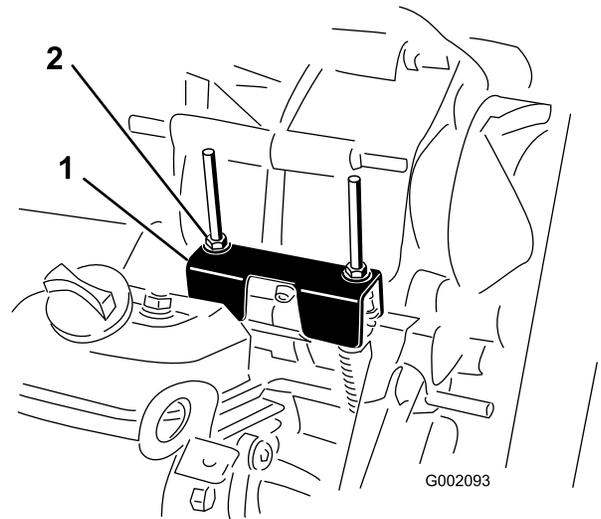

Bild 48
3. Drehen Sie eine der Sicherungsmuttern (Bild 48), um einen Abstand von 0,762 mm bis 1,524 mm zwischen der Unterseite der Mutter bzw. Scheibe und der Leerlaufhalterung zu erhalten.
Wenn Sie regelmäßige Wartungsarbeiten und/oder eine Motordiagnostik durchführen, müssen Sie das Getriebe in den LEERLAUF schalten (Bild 48). Der Ganghebel der Maschine hat eine NEUTRAL-Stellung, die den Leerlauf des Getriebes festlegt. Treffen Sie die folgenden Maßnahmen, um sicherzustellen, dass der Ganghebel in der Leerlaufstellung die Antriebsachse auch richtig auf Leerlauf schaltet:
2. Stellen Sie sicher, dass die Leerlaufhalterung in der NEUTRAL-Stellung ist (mit der Kabelbefestigungshalterung unter der Ganghalterung nivelliert), indem Sie die Antriebskupplung drehen (Bild 48).